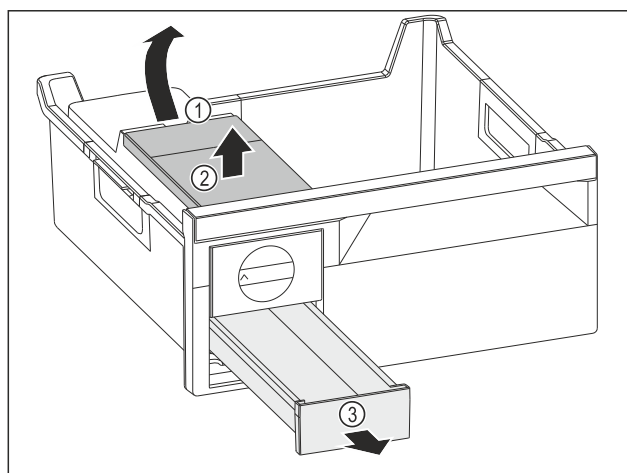

Fig. 103
- ▶ Vegye ki a víztartályt: Emelje fel a víztartályt a kivágásnál Fig. 103 (1).
- ▶ Vegye ki felfelé a víztartályt Fig. 103 (2).
- ▶ Vegye ki a előrefelé a jégkocka-fiókot Fig. 103 (3).